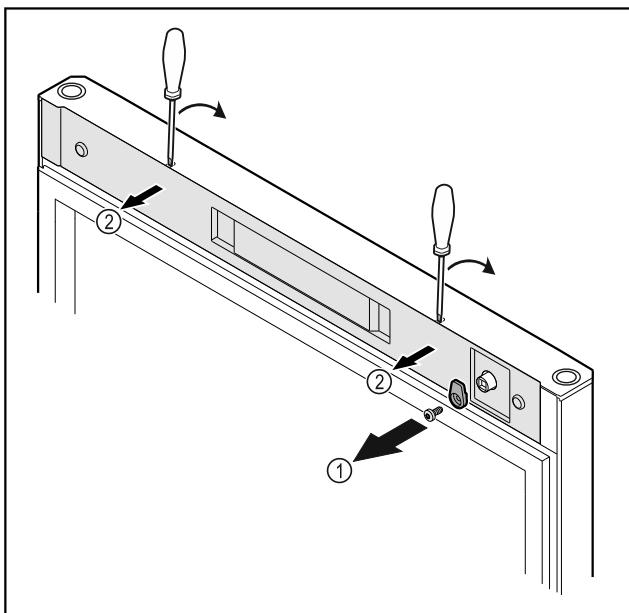

Fig. 18
- Odvrnite kuke za zatvaranje Fig. 18 (1).
- Odvojite poklopac Fig. 18 (2) malim odvijačem i skinite ga.